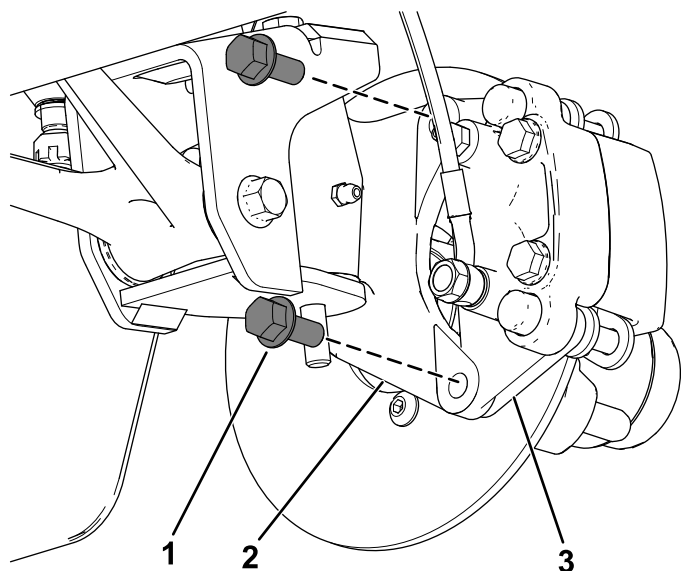
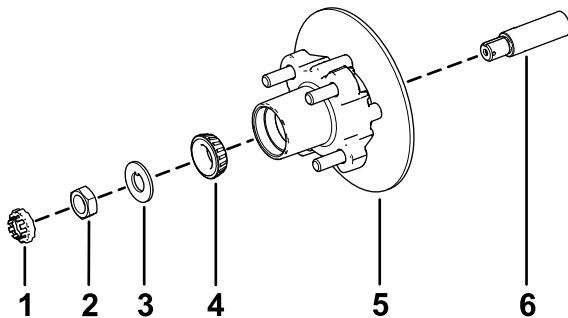

Figure 35
Figure 39
3. Retirez les boulons à embase ($\frac{3}{8}$ " x $\frac{3}{4}$ ") qui fixent le support du frein à la fusée et séparez le frein de la fusée (Figure 35).
- Appliquez une fine couche de la graisse spécifiée sur la fusée (Figure 39).
- Montez le moyeu et le rotor sur la fusée en plaçant le rotor à l'intérieur (Figure 39).
- Montez le roulement extérieur sur la fusée et poussez le roulement contre la bague (Figure 39).
- Montez la rondelle-frein à languette sur la fusée (Figure 39).
- Vissez l'écrou de fusée sur la fusée et serrez l'écrou à 15 N·m tout en tournant le moyeu pour bien asseoir le roulement (Figure 39).
- Alignez les plaquettes de frein de chaque côté du rotor (Figure 35) et alignez également les trous dans le support d'étrier et ceux de la fixation du frein sur le porte-fusée (Figure 39).
- Fixez le support d'étrier au porte-fusée (Figure 35) à l'aide de 2 boulons à embase ($\frac{3}{8}$ " x $\frac{3}{4}$ "). Serrez les 2 boulons à embase à un couple de 47 à 54 N·m.